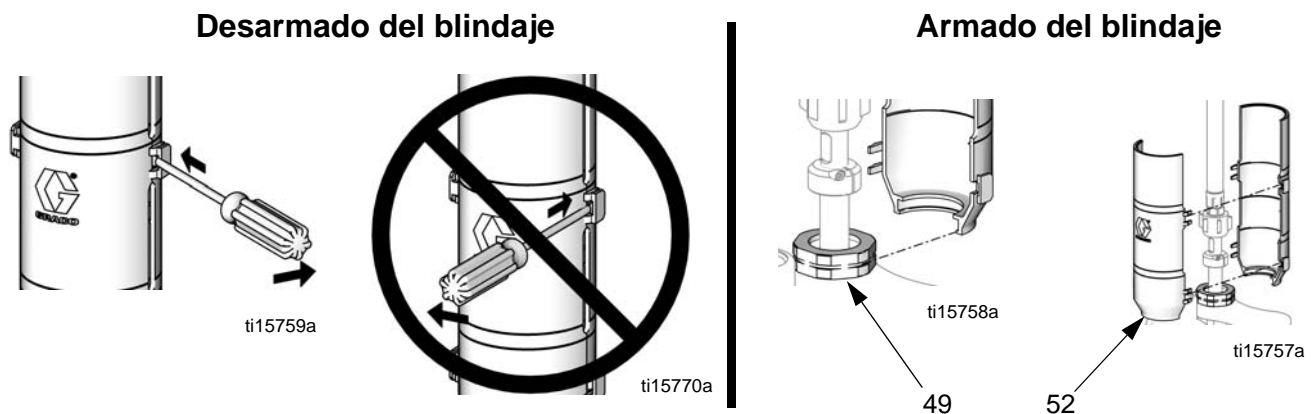

FIG. 2. Desarmado y armado de los blindajes
Vea la FIG. 2. Retire la protección de 2 piezas (52) insertando un destornillador directamente en la ranura y usándolo como palanca para liberar la lengüeta. Repítalo para todas las lengüetas. **No** use el destornillador para hacer palanca para separar los blindajes.